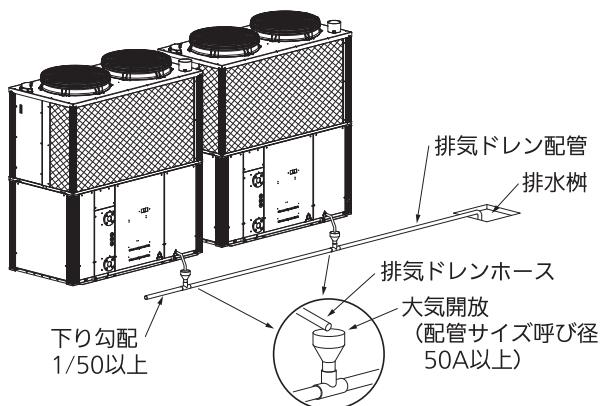

図9：排気ドレンを排水樹に接続する場合
- ユニットの排気ドレンをふたのある排水樹、溝等に接続する場合や、同一箇所に排出する場合は、図9のように排気ドレン中の排気ガスを大気に放出する配管仕様にしてください。（受側配管の口径は、呼び径50A以上としてください。）排気ガスが建物内、ユニットに流入し、中毒や機器腐食などの原因になります。
- ドレン配管は1/50以上の下り勾配とし、口径を縮管しないでください（図9、10）。